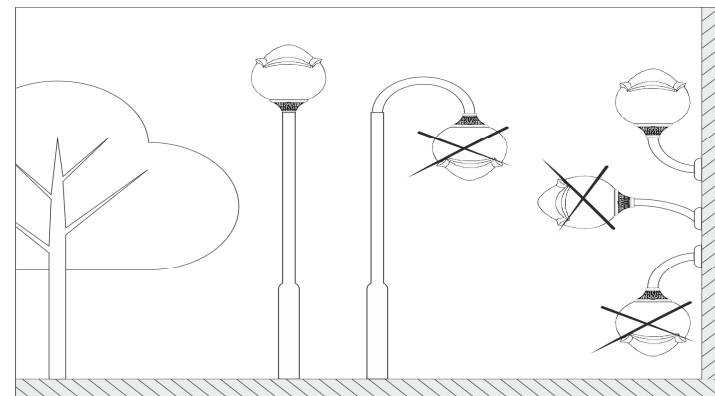

Рисунок 3
5.1 Светильник устанавливают на трубу диаметром 50...60 мм рассеивателем вверх (Рисунок 3)